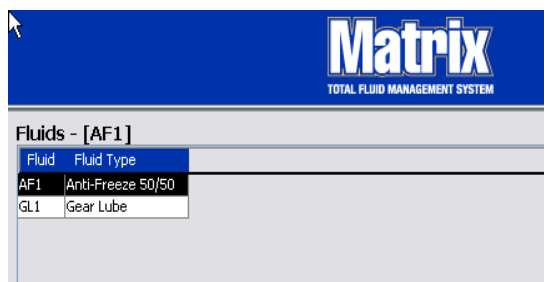

Рис. 69
5. Сведения о жидкости отображаются на экране «Fluids» [Жидкости] (Рис. 69).
6. Чтобы изменить назначенное имя жидкости или тип жидкости, выделите жидкость на экране «Fluids» [Жидкости] (Рис. 69).